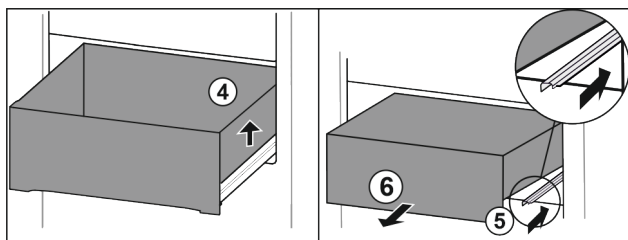

Fig. 90
- Podignite ladicu desno. Fig. 90 [4]
- Gurnite desnu vodilicu. Fig. 90 [5]
- Izvadite ladicu prema naprijed. Fig. 90 [6]